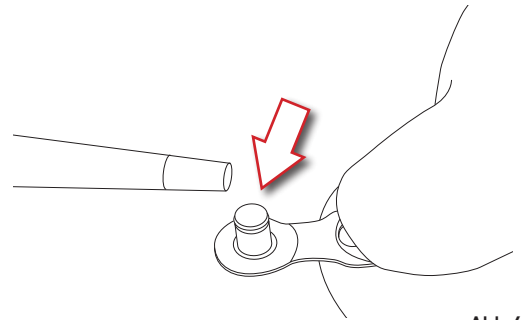

Abb.6
- Schmieren Sie die Stifte des C-Link™ mit einem Spezialschmiermittel für Ketten (Abb. 6).